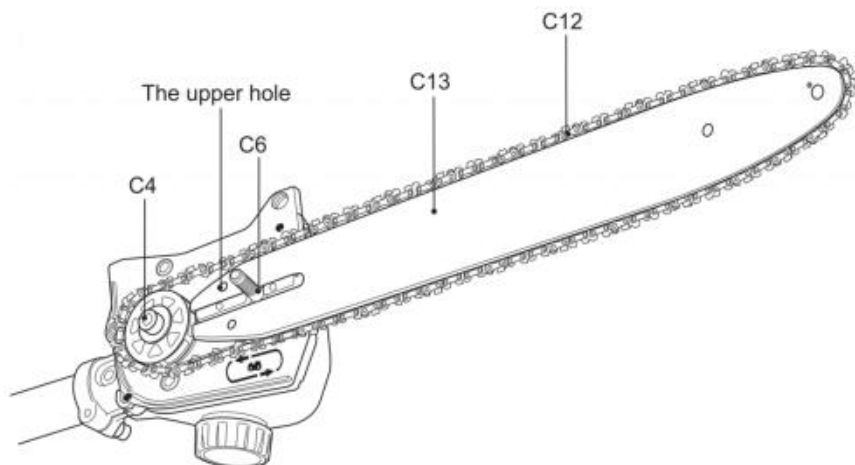

Fig. 10
6) Alignez l'ensemble de chaîne de scie (C12) et de barre de guidage (C13) avec le pignon d'entraînement (C4) et le boulon de montage (C6). Posez la chaîne de scie (C12) autour du pignon d'entraînement (C4), puis abaissez la barre de guidage (C13) pour l'installer sur le boulon de montage (C6). Assurez-vous que la goupille de tension est insérée dans le trou supérieur de la barre de guidage (C13). (Fig.10)